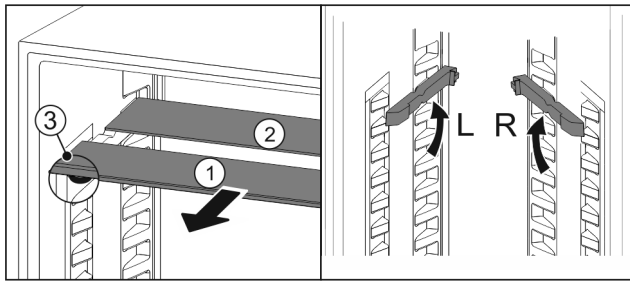

Fig. 103
- ▶ Glasplatten einzeln nach vorne herausziehen Fig. 103 (1).
- ▷ Glasplatte Fig. 103 (1) mit Zierleiste liegt vorne.
- ▷ Stopps Fig. 103 (3) zeigen nach unten.